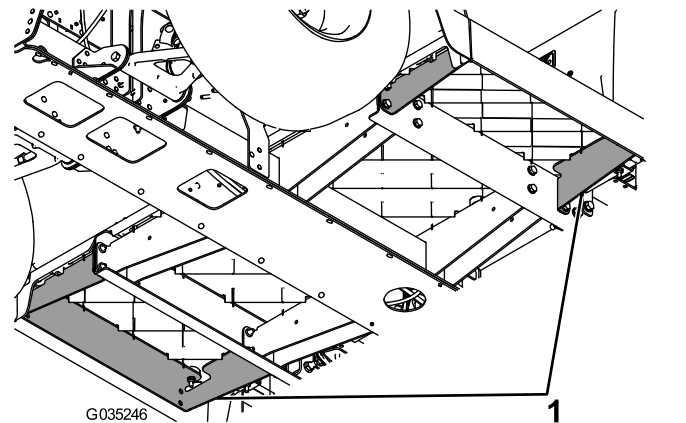

Figuur 3
2. Zet een vloerkrik onder het frame om de voorkant van de machine te ondersteunen (Figuur 3).